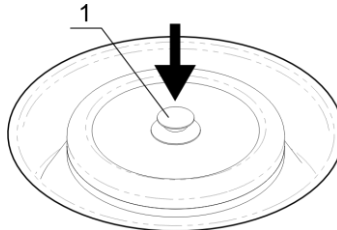

Abbildung 2. Einsetzen des Rotordeckels
- Setzen Sie den Rotordeckel auf den Rotor und drücken Sie den Deckelhalter fest um die Verriegelung herum nach unten (Abb. 2/1).
5.7. Setzen Sie den Rotordeckel auf den Rotor und drücken Sie den Deckelhalter fest um die Verriegelung herum nach unten (Abb. 2/1). Drücken Sie den Deckel an zwei Stellen über beide Scharniere fest nach unten, um ihn zu schließen. Das Klicken der Verriegelung und die Anzeige STOP mit einem Schloss-Symbol in der unteren Zeile des Displays (siehe Abbildung 6) bestätigen, dass der Deckel geschlossen ist.